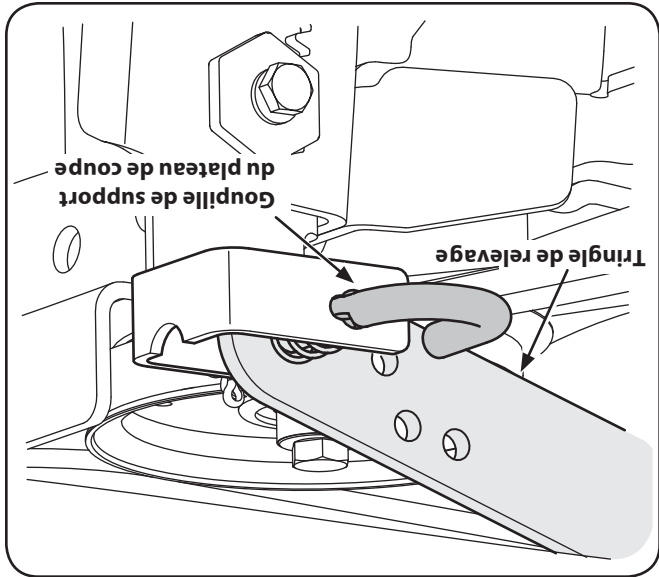

Figure 7-3
6. Sortez la goupille de support du plateau de coupe pour dégager le plateau de la tringle de relèvement. Voir la Figure 7-3.